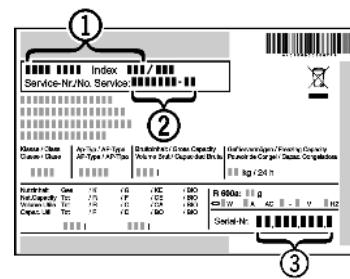

Fig. 29
- Считать обозначение устройства Fig. 29 (1), сервисный номер Fig. 29 (2) и серийный номер Fig. 29 (3) с заводской таблички. Заводская табличка находится внутри устройства слева.